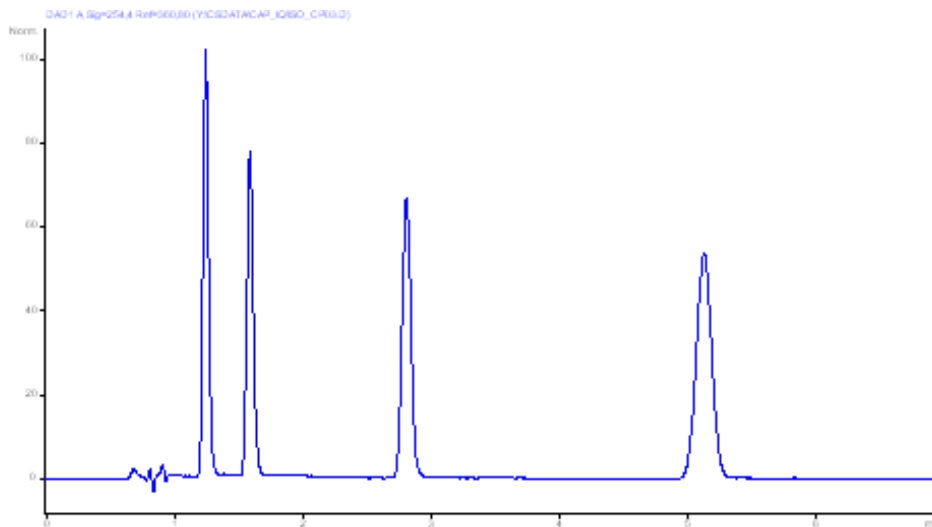

Abb. 1 Typisches Chromatogramm der Testprobe
- 2 Vergleichen Sie das Ergebnischromatogramm mit dem in Abb. 1 gezeigten typischen Chromatogramm.
Ein typisches Chromatogramm dieser Analyse wird in Abb. 1 gezeigt. Das genaue Aussehen des Chromatogramms hängt von den chromatographischen Bedingungen ab. Unterschiedliche Lösungsmittelqualität, Säulenpackung, Standardkonzentration und Säulentemperatur können die Peak-Retention und Signalhöhe beeinflussen.